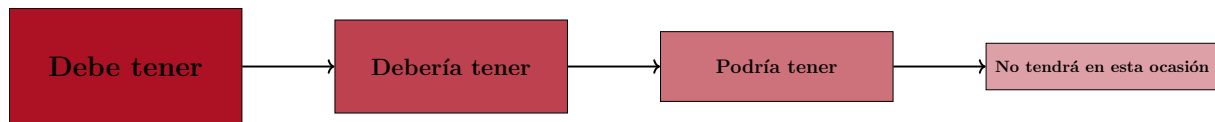

Figura 3.4: Esquema para priorizar requisitos (técnica MoSCoW)
- **Técnica MoSCoW.** Como no todo tiene la misma importancia, es necesario priorizar los requisitos, deseos y expectativas. Para ello, esta facilita la selección cuando no se pueden cumplir todos los requisitos/expectativas (ver Figura 3.4):